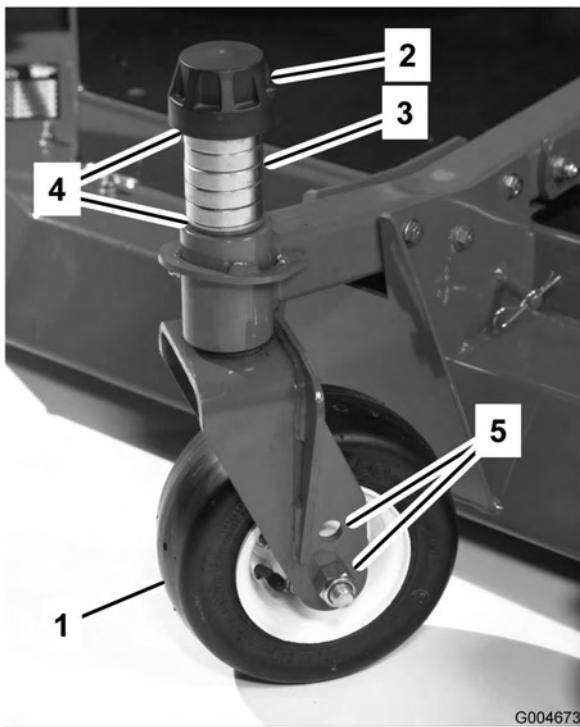

Figura 14
- Retire a tampa de fixação do eixo rosado desloque o fuso (Figura 14) para fora do braço da roda giratória. Coloque ambos os calços (3 mm) no eixo, tal como se encontravam originalmente. Estes calços são necessários para atingir a mesma altura ao longo de toda a largura das unidades de corte. Desloque um número apropriado de cunhas de 13 mm (consulte a tabela abaixo) para o eixo para obter a altura de corte desejada; em seguida, desloque a arruela para o eixo.